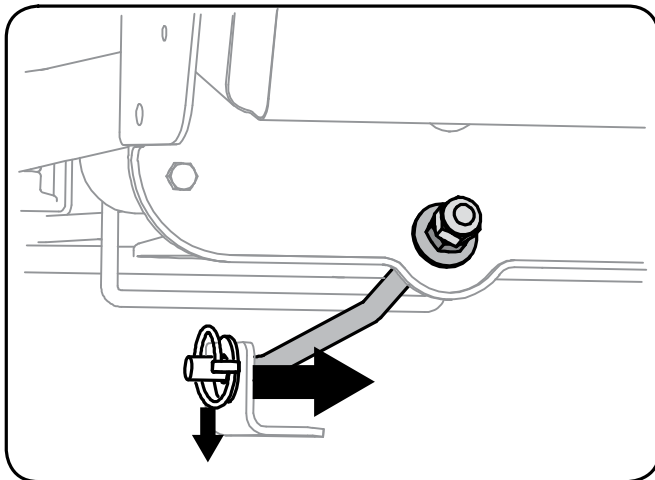

Figure 7-5
- a. Placez le plateau de coupe sous le châssis de la tondeuse et installez la tige de stabilisation. Voir la Figure 7-5.